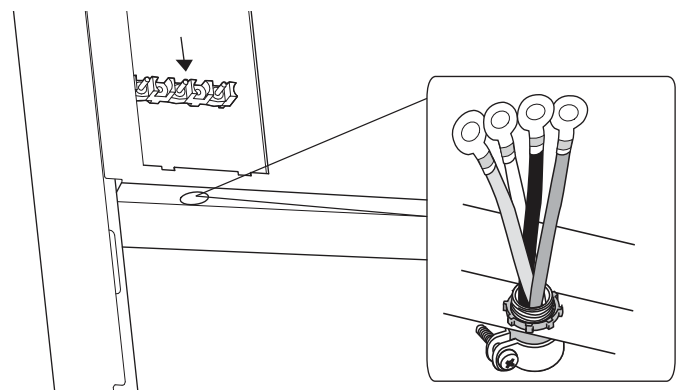

Figura 9: Ubicación del prensacables
Localice la caja de conexiones en la parte trasera del aparato y quite la cubierta (consulte la *Figura 9*). Se debe fijar el conducto a la caja de conexiones utilizando un conector de conducto aprobado. Se debe conectar la extremidad libre del conector de conducto a una caja de conexiones instalado en la zona de alimentación eléctrica, como se muestra en la *Figura 4 en la página 56*.
Instale un prensacables (no incluido) en el orificio de 1 pulg. (25,4 mm) de diámetro situado debajo de la caja de conexiones (vea la *Figura 9*). El cableado del aparato debe llegar hasta la caja de conexiones mediante el conducto, pasando a través del prensacables. Las extremidades de los cables deben tener fijadas lengüetas cerradas de 1/
1. Localice la caja de conexiones en la parte trasera del aparato y quite la cubierta (consulte la *Figura 9*).
3. Instale el prensacables (no incluido con la estufa) en el orificio de 1 pulg. (6 mm) de diámetro situado en el panel trasero, debajo de la caja de conexiones (vea la *Figura 9*). Pase los cables por el prensacables.